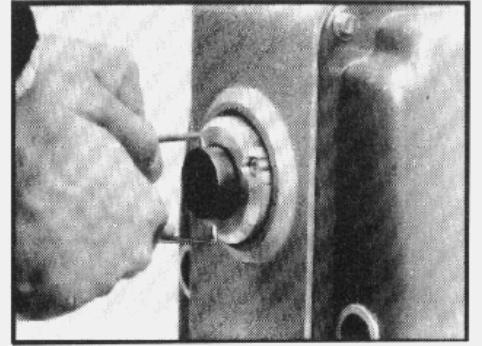

Рис.8.
- c. Удалите нарезную шпульку, потянув за держатель (рис.8).